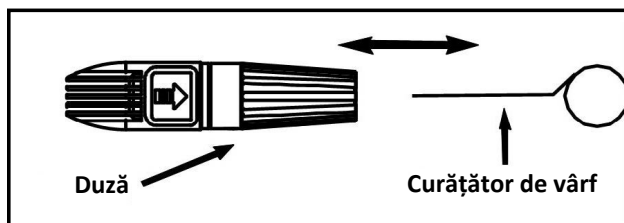

Figura 5 - Introduceți dispozitivul de curățare a vârfului în orificiul duzei și deplasați-l înainte și înapoi până când se îndepărtează resturile.
- Folosind dispozitivul de curățare a vârfulor inclus sau o agrafă de hârtie desfăcută, introduceți sârma în orificiul duzei și mișcați-o înainte și înapoi până când resturile sunt îndepărtate. (Consultați figura 5.)